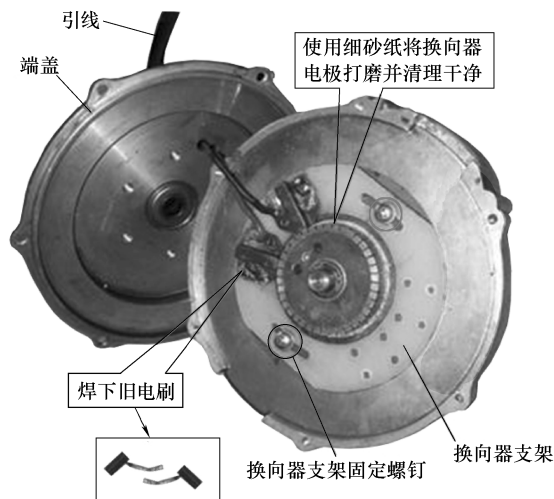

图7-8 更换电刷操作示意图
2) 拧下固定换向器的两颗螺钉取出换向器支架,然后焊下旧电刷,并将新电刷连接线穿上弹簧后,一起安装到电刷架上的电刷盒上,如图7-8所示。